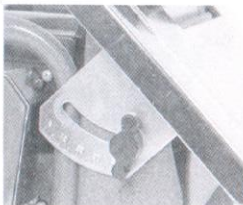

рис. 8
7.14. ВЫПОЛНЕНИЕ КОМБИНИРОВАННОГО РЕЗА (рис. 8):